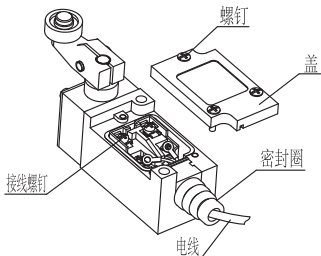
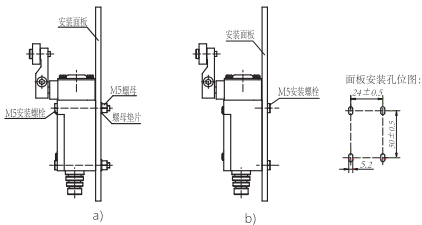

图7:布线示意图
图8:YBLX-HL安装示意图
7.2.1 安装：松开盖螺钉→按图7布线→拧紧盖螺钉（电线密封圈必须正确装配到位）→按图8安装,安装可采用a)或b)。